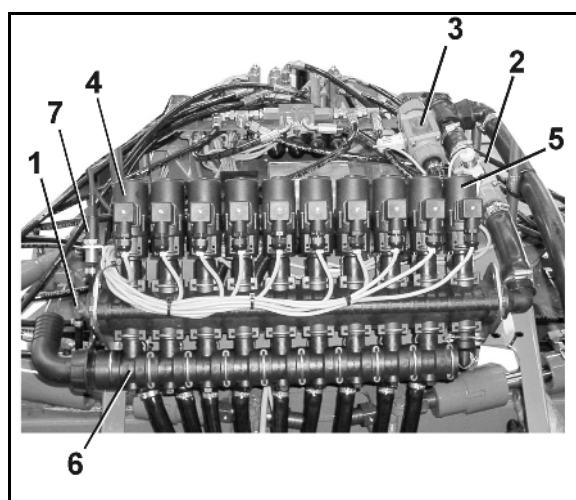

Fig. 86
| <ul style="list-style-type: none"> (1) Rampe de pulvérisation avec conduites de pulvérisation (groupes de tronçons repliés). (2) Trier de sécurité au transport (3) Châssis en forme de parallélogramme pour le réglage en hauteur de la rampe de pulvérisation | <ul style="list-style-type: none"> (4) Tube protecteur pour buses (5) Entretoise (6) Blocage de tronçons extérieurs, voir en page 95 (7) Amortissement tridimensionnel, voir page 97 (8) Vanne et robinet sélecteur pour système DUS (9) Robinetterie de rampe, voir Fig. 86 (10) Nettoyage extérieur |